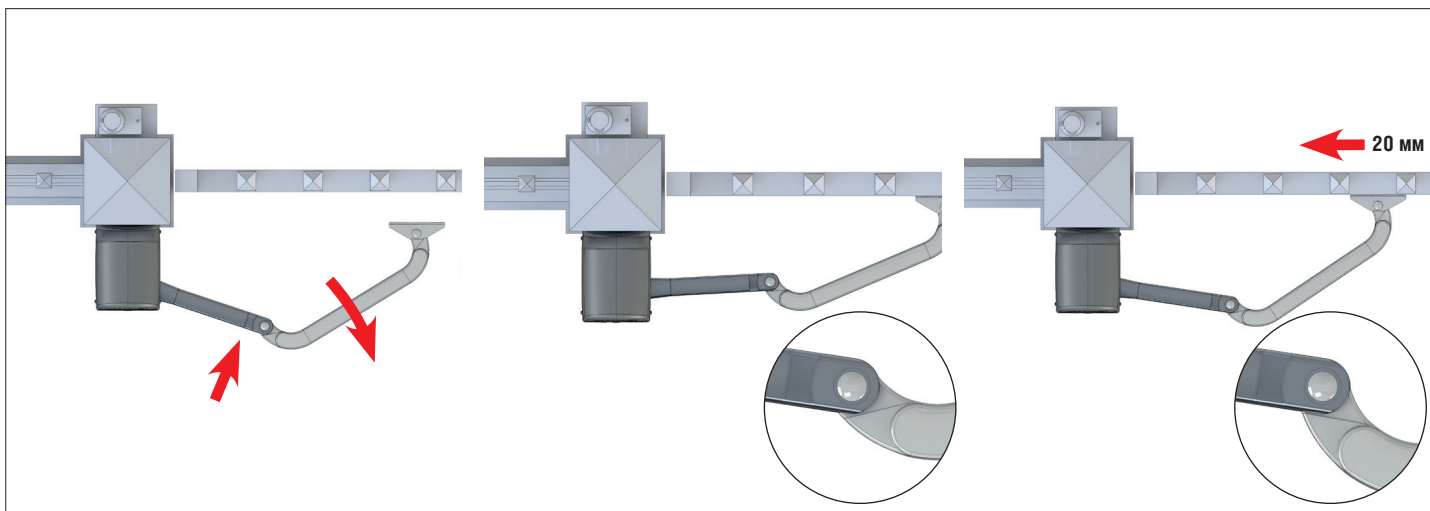

Рис. 13
- Приложите передний кронштейн к полотну (рис. 13, поз. 2).
- Отодвиньте передний кронштейн примерно на 20 мм и отметьте отверстия крепежа (рис. 13, п. 3).
- Переместите кронштейн и полотно в конечное положение. Удостоверьтесь, что эти две детали не воздействуют друг на друга (рис. 13, поз. 2).